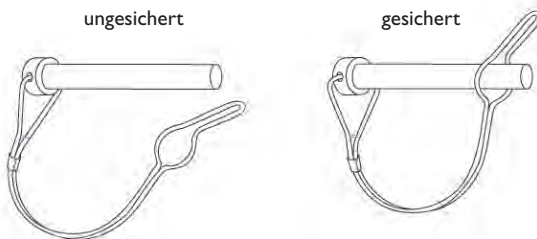

Abbildung 38: Sicherungsbolzen
7. Sichern Sie den Bolzen, indem Sie die Sicherungsklammer drehen und über das Bolzenende spannen (s. Abbildung 38).